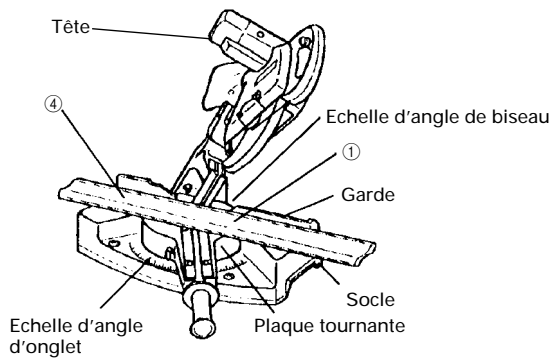
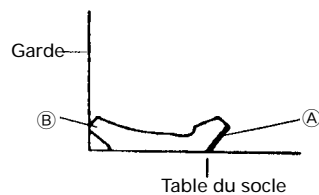

Fig. 40
Fig. 42
(3) Réglage de coupe en corniche complexe aux positions ① et ④ de la Fig. 34 (voir Fig. 40 ; incliner la tête vers la droite) :
- ① Tourner la plaque tournante vers la droite et régler l'angle d'onglet comme suit :
- ② Incliner la tête vers la droite et régler l'angle de biseau comme suit :
- ③ Disposer la corniche complexe de façon que la surface inférieure (B sur la Fig. 33) touche la garde comme indiqué à la Fig. 42.